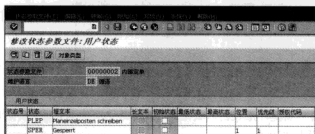

图 10-70 查看、修改“用户状态”参数
STEP 4 双击选定的项目或者单击“”按钮，可以查看、修改“用户状态”参数，如图 10-70 所示。